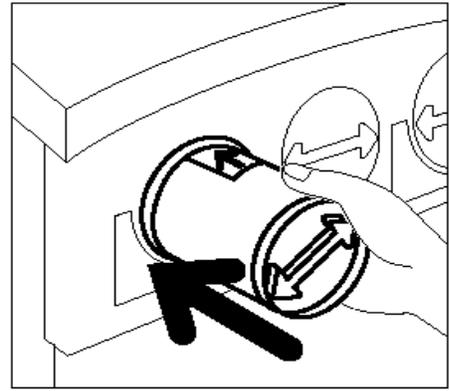

Figura 12: Alinhar a seta do cartucho e deslizar o cartucho para dentro da copiadora/impressora
- 7 Alinhe a seta no cartucho com a seta levantada na parte superior da abertura e deslize o cartucho para dentro da copiadora/impressora, conforme ilustrado na Figura 12.